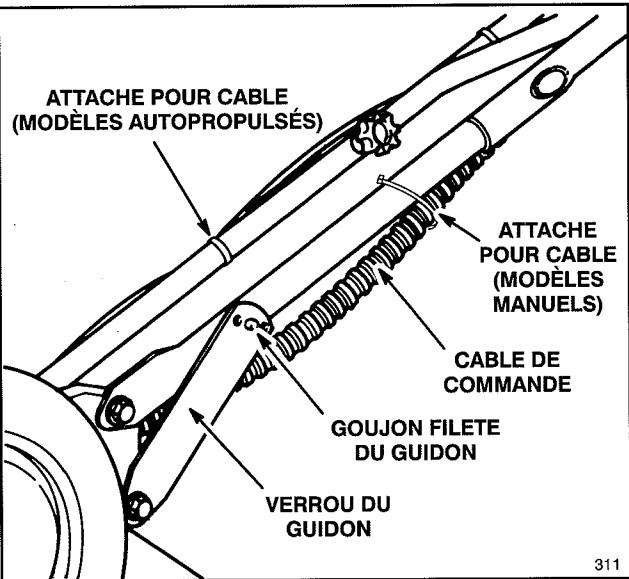

Figure 2
## POUR INSTALLER LE MANCHERON (Fig. 2)
2. A la livraison, le bouton du mancheron de gauche est vissé sur l'extérieur du mancheron (Fig. 1). Le retirer ainsi que son boulon, puis remonter les deux pièces à l'intérieur du mancheron (Fig. 2). Les deux boutons doivent se trouver à l'intérieur du mancheron. Serrer les boutons.
3. Ecarter légèrement les pattes de verrouillage vers l'extérieur de manière à ce qu'elles ne gênent pas le passage du mancheron lorsqu'il est ramené en position de pilotage (Fig. 2).
4. Tirer le mancheron vers l'arrière. Rabattre les pattes de verrouillage vers l'intérieur de manière à ce que le goujon du mancheron vienne s'engager dans le trou central de la patte de verrouillage (Fig. 2). Si cette patte ne s'applique pas fermement contre le tube du mancheron, la dégager du goujon, la replier vers l'intérieur et la replacer. Répéter cette opération autant de fois qu'il sera nécessaire pour que la patte soit fermement appuyée sur le tube.
5. S'assurer que les câbles de commande (Fig. 2) sont acheminés à l'arrière et à l'intérieur du mancheron. Assujettir le câble sur la partie droite du mancheron à l'aide des serre-câbles (Fig. 2).